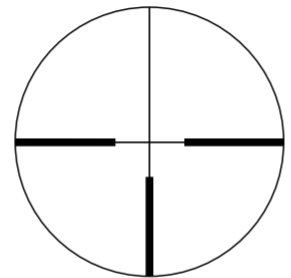
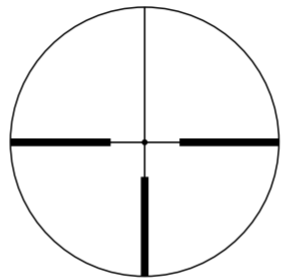

Fig. 3-1
Fig. 3-2
(1) Fokuserer
- ① Se gjennom okularet med øyet posisjonert ca. 10 cm (4 tommer) unna okularet for å se trådkors #4 (German 4) (Fig. 3-1) eller punkttrådkors med lysstyrke #4 (German 4) (Fig. 3-2). Pass på at øyet er innenfor korrekt justering og relieff, ellers vil siktet "svartne".
- ② Rett objektivenden av kikkertsiktet mot himmelen (ikke mot sola), eller en vegg uten mønster.
- ③ Vri kikkhullsjusteringen mot klokken, deretter med klokken til trådkorset er skarpt.